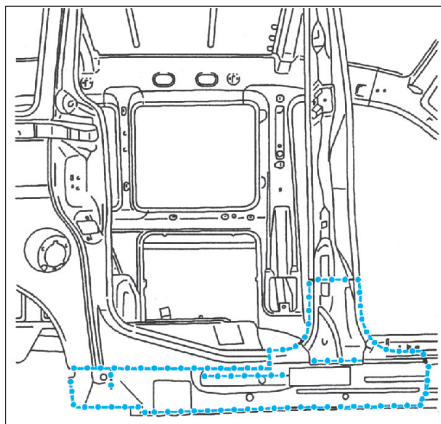

FIG. 73
- Préparer les bords d'accostage et les protéger par un apprêt soudable (Fig.73).